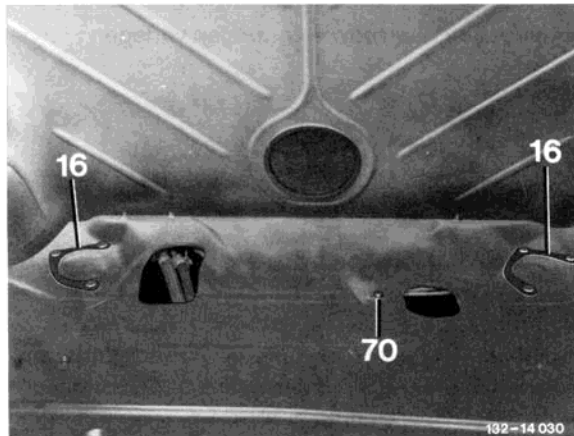
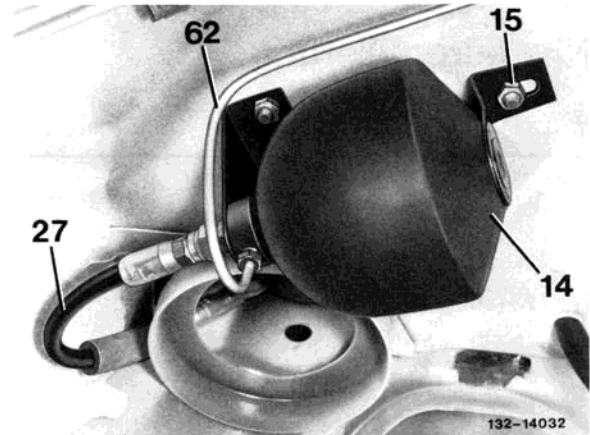

Bild 2
Bild 3
10 Halter (16) für Federspeicher vom Kofferraum her einsetzen (Bild 2) und Federspeicher links und rechts am Rahmenboden anschrauben (Bild 3).
12 Druckleitungen (27) am Stutzen der Federspeicher sowie mit den Dichtringen (28) und den Verschlußmutter (29) an den Federbeinen anschrauben (Bild 3).